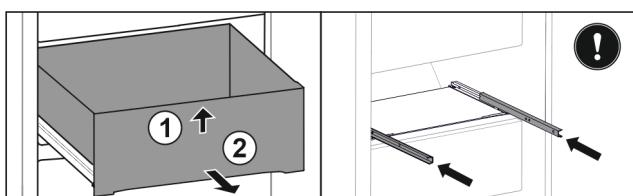

Fig. 53
- Nadvihnite zásuvku vpred. Fig. 53 (1)
- Odoberte zásuvku dopredu. Fig. 53 (2)